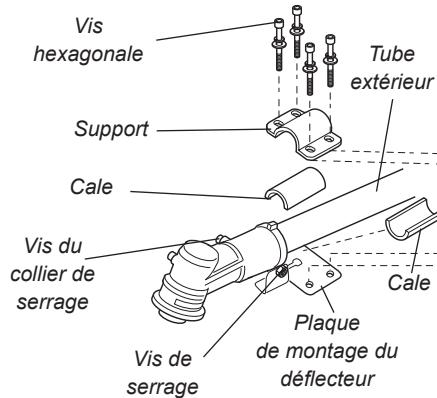

Figure 9
1. Insérer le déflecteur de l'accessoire de coupe entre le tube extérieur et la plaque de montage du déflecteur. Voir figure 9.
2. Fixer les deux cales et le support sur le tube extérieur et fixer sans serrer les quatre vis hexagonales. Voir figure 9.